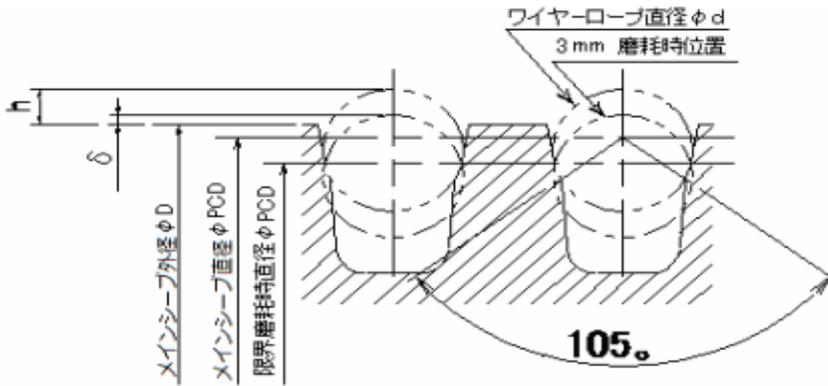

図1 ロープ溝の摩耗
①ロープ溝が3.0mm以上摩耗した場合
3.0mm摩耗時のδ寸法は、図1参照
①ロープ溝が3.0mm(2.5mm)以上摩耗した場合
3.0mm(2.5mm)摩耗時の δ 寸法は、図1参照
3.0mm摩耗時の δ 寸法は、図1参照